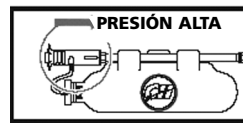

Figura 5
3. Tire hacia atrás la boquilla negra para asegurarse que la lanza esté en el modo de alta presión (Figura 5).